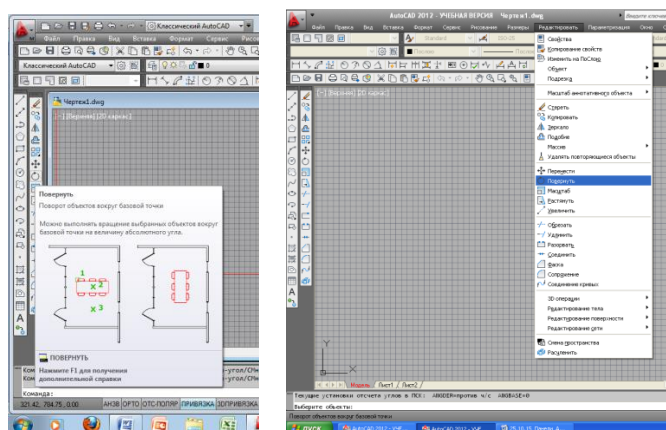

Рисунок 5.18 - Команда «Повернуть»
- щелчком мыши по кнопке  на панели инструментов «Редактирование», «Редактировать» - «Поворот» (рисунок 5.18).